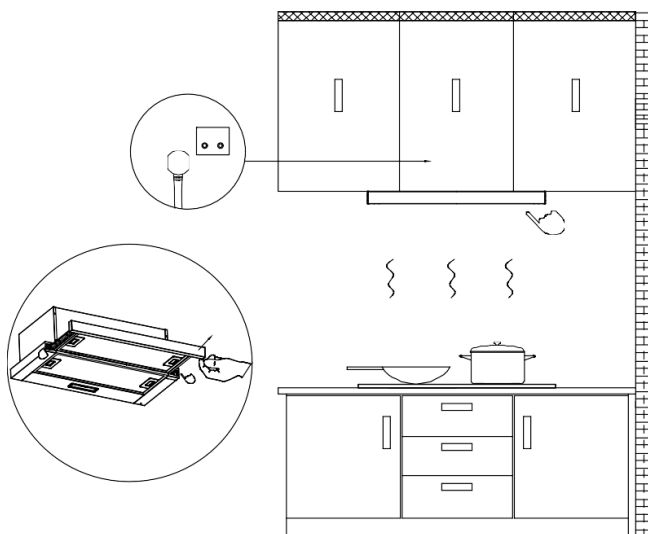

Рисунок 16
- 5) Подключите прибор к электросети и выдвиньте козырек. Включите/выключите LED лампочки для проверки работоспособности прибора. (см. рисунок 16)